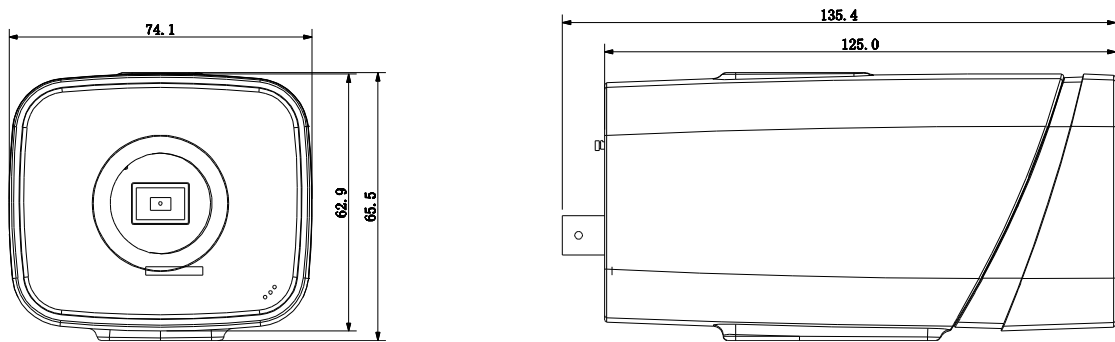

Рисунок 7.1
– в термокожух (предварительно следует убедиться, что габаритные размеры камеры (рис.7.1) вместе с установленным объективом меньше соответствующих внутренних размеров термокожуха);